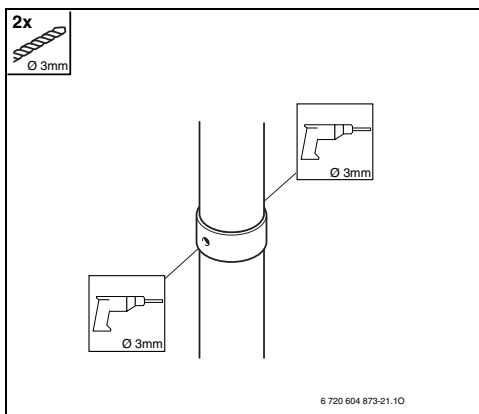

Fig. 37
► Eseguire due fori  $\varnothing$  3 mm presso i condotti per l'aria comburente (come da Fig. 37 ). Profondità massima della foratura 8 mm! Evitare assolutamente di danneggiare la tubazione interna di scarico combusto, in caso di sistema concentrico.